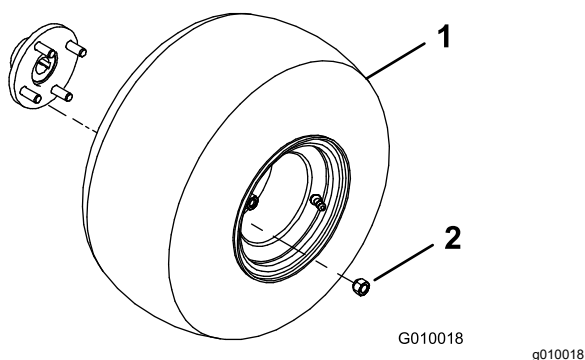

Figura 3
2. Monte un conjunto de rueda en el cubo de cada rueda trasera (Figura 3).
3. Instale las tuercas de las ruedas (Figura 3) y apriételas a 61 – 75 N·m (45 – 55 pies-libra).